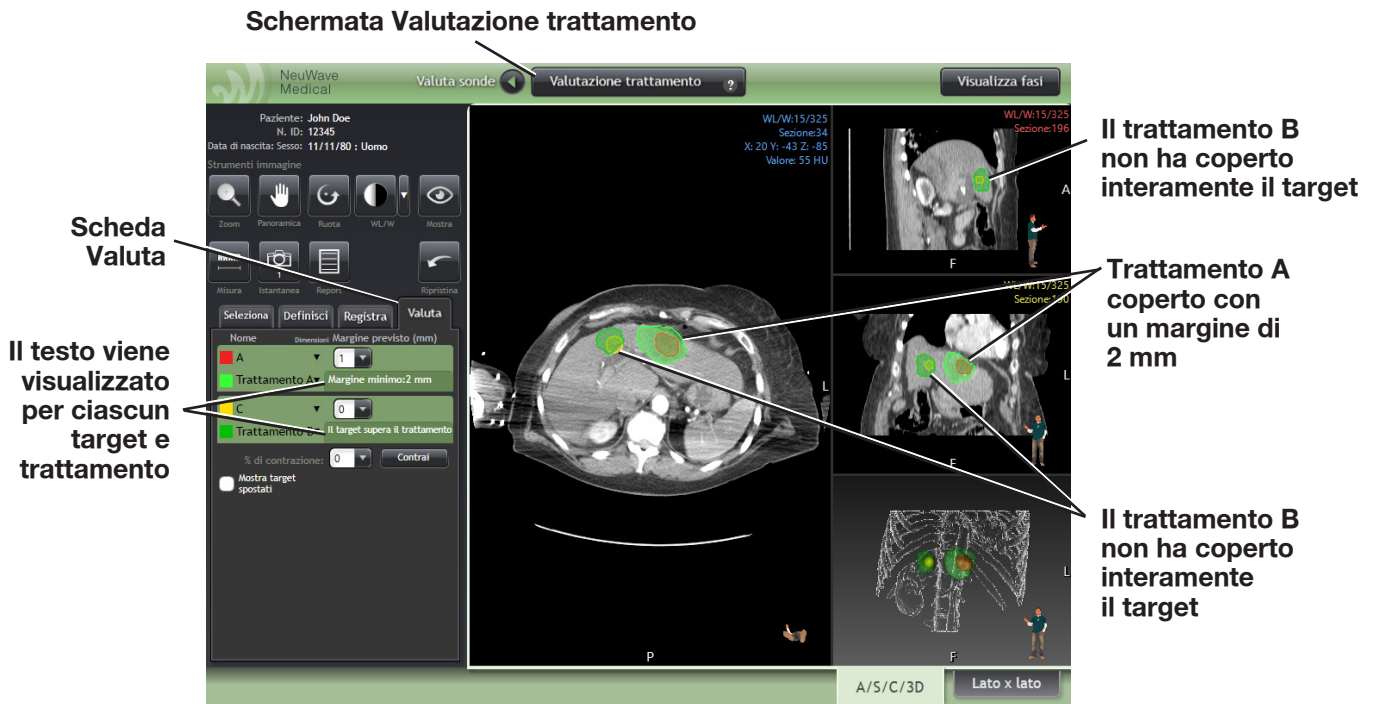

Figura 3-40: Scheda Valutazione trattamento e tabella.
- Se durante la scansione post-ablazione non erano presenti sonde per ablazione, i target di ablazione e la zona di trattamento saranno visualizzati come mostrato nella Figura 3-40.
- Se la zona di trattamento non copre la lesione, sul lato sinistro della schermata appare un messaggio che informa che il target è più grande della zona di trattamento: 'Il target supera il trattamento' (Figura 3-40).
- Se la zona di trattamento copre la lesione, un messaggio mostra i margini minimi (in mm) tra il bordo della lesione e il bordo della zona di trattamento (Figura 3-40).